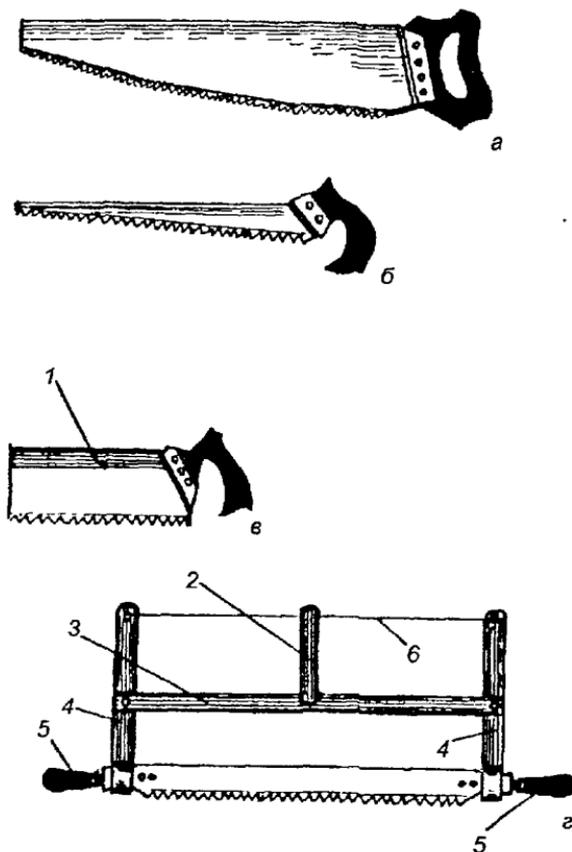

Рис. 147. Пилы
Чтобы получить бруски или доски, дерево распиливают на фрагменты заданной длины. Произвести распиливание можно как вручную, так и механизированным способом. Нас прежде всего интересуют ручные пилы — ножовка и лучковая пила. Ножовки бывают широкие, узкие и с обушком (рис. 147).
Широкая ножовка (рис. 147 а) применяется для поперечной резки древесины. Ширина полотна у данной ножовки (у свободного конца) — 80 мм, толщина 1,2 мм.
Узкая ножовка (рис. 147 б) — в основном для распиливания тонких пиломатериалов, выполнения сквозных пропилов. Применяется для образования криволинейных деталей. В длину ножовка имеет 450 мм, ширина на свободном конце — 20–40 мм. Толщина пилы — 1,5 мм. Заточка зубьев — как и у широкой ножовки.
Ножовка с обушком (рис. 147 в) используется для распиливания мелких отрезков древесины, образования неглубоких пропилов, удобна при подгонке соединений. Верхняя часть пилы имеет утолщение. Ширина полотна у ручки — 149 мм, толщина полотна — 0,8 мм. Для придания полотну жесткости к нему в верхней части приклепывают обушок.
Лучковая пила (рис. 147 г) предназначена как для поперечного, так и продольного распиливания. В ручки (5) стоек (4) вставляют полотно пилы на шпильках. Затем закруткой (2) натягивают тетиву (6) и фиксируют затем закрутку на среднике (3). **Станок лучковой пилы** делают из дерева твердых пород. Для тетивы подбирают прочный, упругий шнур диаметром не менее 3 мм. Лучковые пилы в зависимости от предназначения имеют различную заточку зубьев, различную длину и ширину полотна. **Размашные пилы** — полотно пилы имеет ширину 45–55 мм, толщину — 0,4–0,7 мм, шаг зубьев — 5 мм, угол заострения зубьев — 40 – 50° . Прямая заточка зубьев. Полотно имеет длину 750–800 мм. Назначение размашной пилы — продольное пиление. **Попе-**